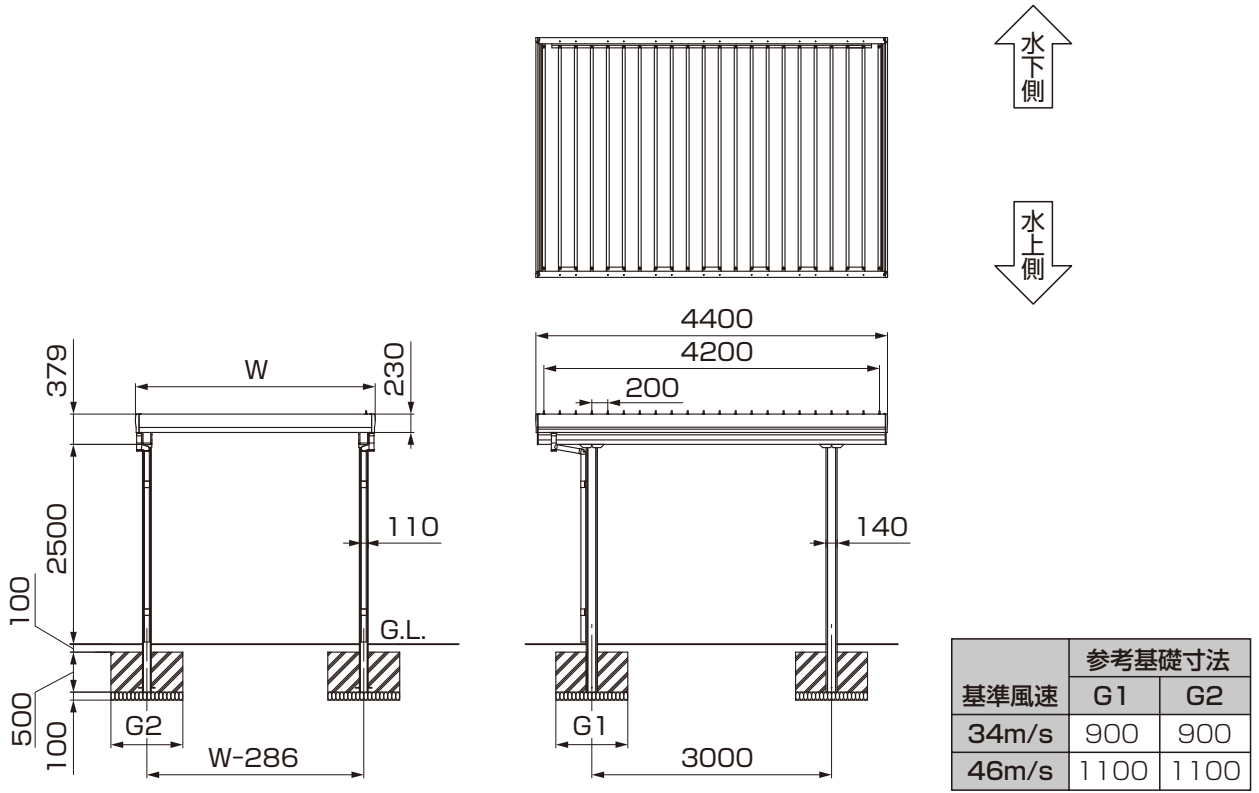
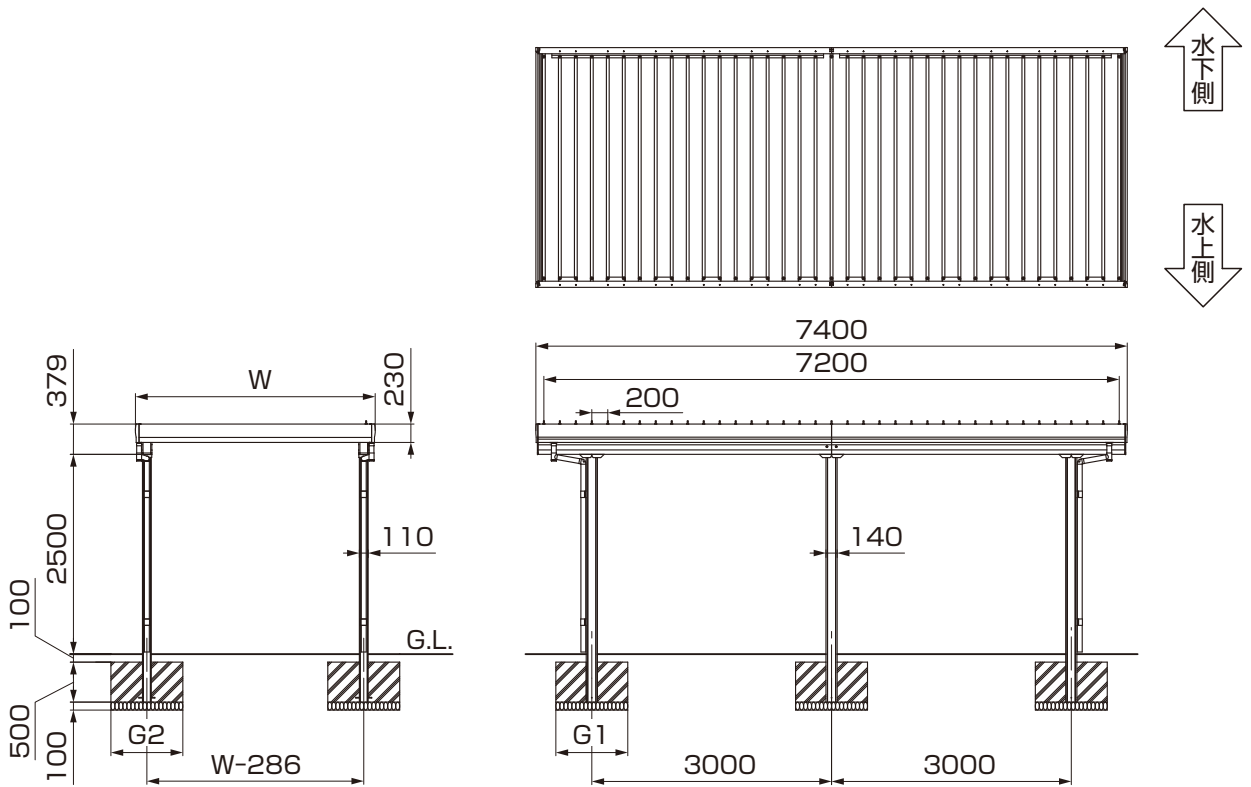

図1-1
図1-2
- ①柱金具を柱に【6-4】で取付けてください。(図1-1参照)
- ②アンカー棒を柱に差込み、柱を建込んでください。(図1-2参照)
- ③柱金具裏板を桁にスライドさせてください。
- ④スライドさせた柱金具裏板と柱を【6-5】、【6-6】、【6-7】で取付けてください。(図1-1参照)
- ⑤桁キャップを【6-1】で取付けてください。